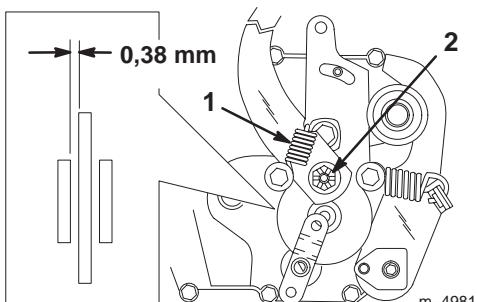

Figure 21
Le frein de stationnement se trouve du côté droit de l'essieu arrière, à l'intérieur du pneu arrière (Fig. 21). Un réglage s'impose si le frein de stationnement n'est pas serré suffisamment.
- Déposez le ressort du bras de frein (Fig. 21).
- Enlevez la goupille fendue qui retient l'écrou de réglage du frein et desserrez légèrement l'écrou (Fig. 21).
- Insérez une jauge d'épaisseur de 38 mm entre le disque de frein et la rondelle de frein (Fig. 21).